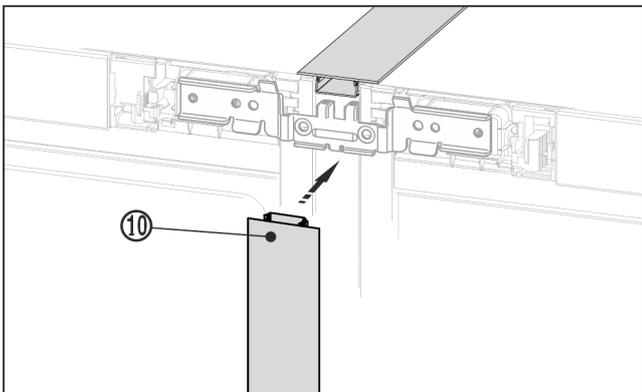

Fig. 22
- ▶ À l'avant, pousser la baguette longue *Fig. 22 (10)* dans la fente verticale. Veiller à ce que la baguette repose sur la tôle de jonction.